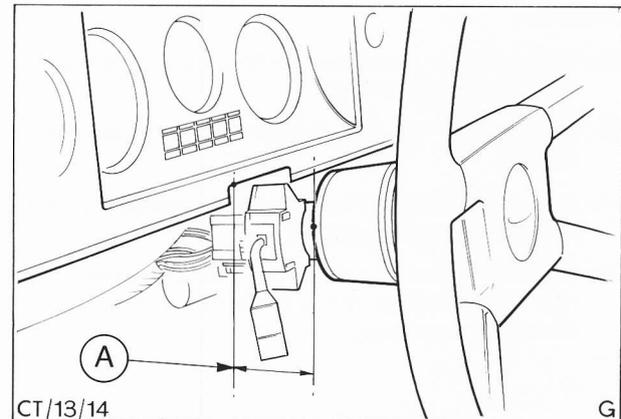

Abb. 83 Lenksäule in richtige Einbaulage bringen
31. Lenksäule axial verschieben, um zwischen Unterkante Lenkrad und Instrumententafel einen Abstand von $75 \text{ mm} \pm 2 \text{ mm}$ zu erreichen, Abb. 83. Befestigungsmuttern mit vorgeschriebenem Drehmoment festziehen.